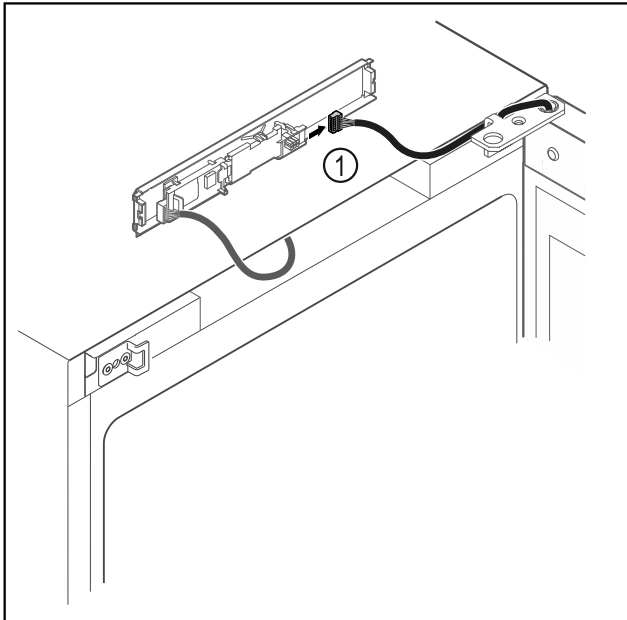

Fig. 14
- Scollegare il connettore Fig. 14 (1) dalla scheda.